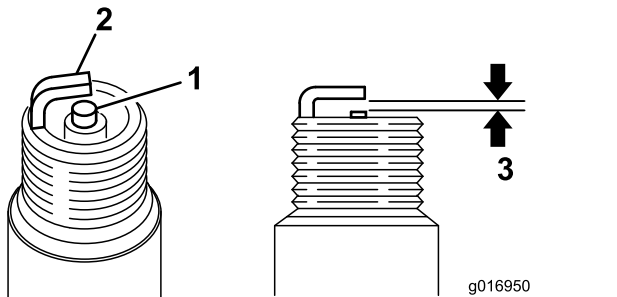

Bild 39
3. Stellen Sie den Abstand auf 0,6 mm bis 0,7 mm ein, wie in Bild 39 abgebildet. Setzen Sie die Zündkerze mit korrektem Abstand ein und ziehen sie auf 23 N·m an.